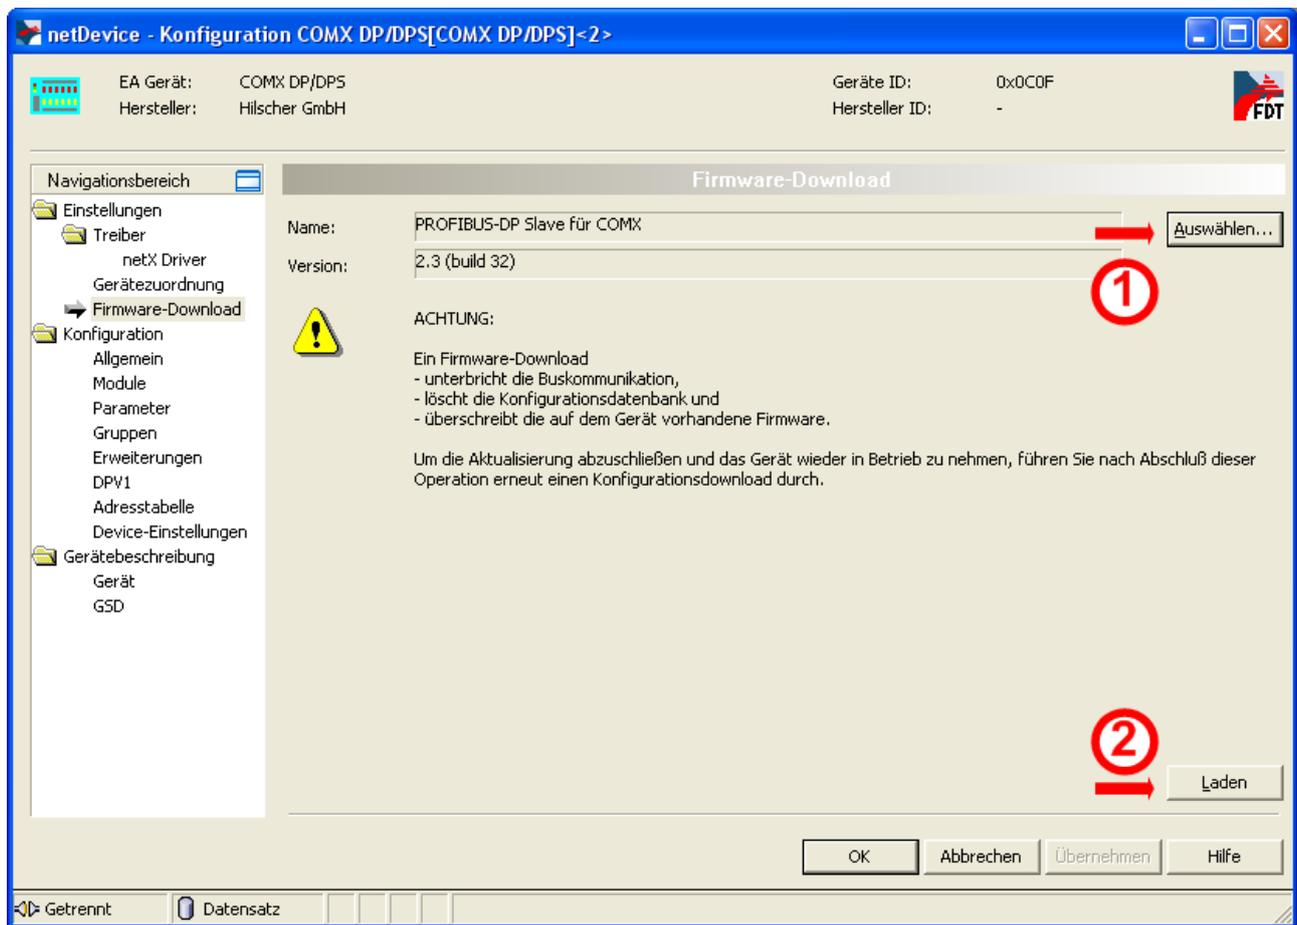

Abbildung 50: Firmware-Download mit SYCON.net (nach Auswahl der Firmware)
- Öffnen Sie mit der Schaltfläche „Auswählen“ (Abbildung 50: Firmware-Download mit SYCON.net (nach Auswahl der Firmware), siehe ① oben rechts) einen Dateiauswahldialog.
- Klicken Sie auf die Schaltfläche „Laden“ , um den Firmware-Aktualisierungsprozess zu starten. (siehe Markierung ② in *Abbildung 50: Firmware-Download mit SYCON.net (nach Auswahl der Firmware)*),)